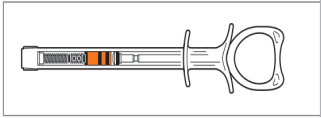

Figure 2 - Plongeur entièrement enfoncé
b. Commencer avec le plongeur de la seringue de gonflage **entièrement enfoncé** (Figure 2).
g. L'extrémité de la seringue toujours dirigée **vers le plafond**, enfoncer le plongeur **entièrement** (Figure 2) afin de purger complètement l'air et le liquide de la seringue.